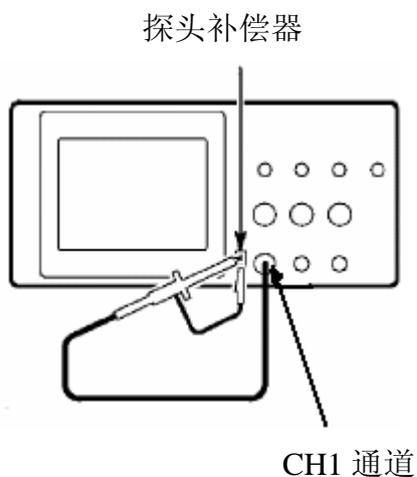

图 5: 接入探头
- 1、 将探头菜单衰减系数设定为 **10X**，将探头上的开关设定为 **10X**，并将示波器探头与**CH1**通道连接。如使用探头钩形头，应确保与探头接触紧密。将探头端部与探头补偿器的信号输出连接器相连，基准导线夹与探头补偿器的地线连接器相连，然后按 **自动设置** 。见图5。